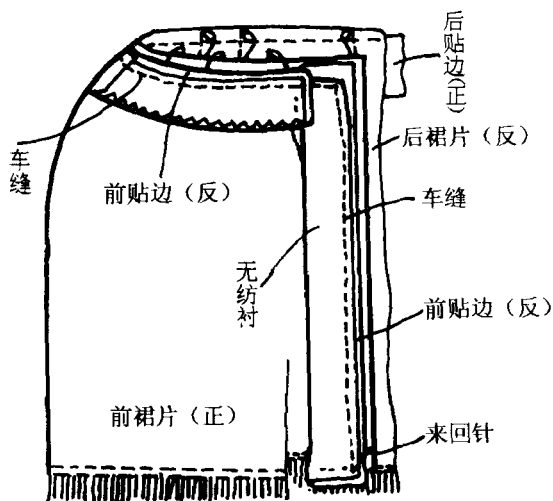

图 1-8
8. 绱贴边。将腰口贴边前贴边与裙片正面相对,顺前门及腰口净印车缝。见图 1-8。